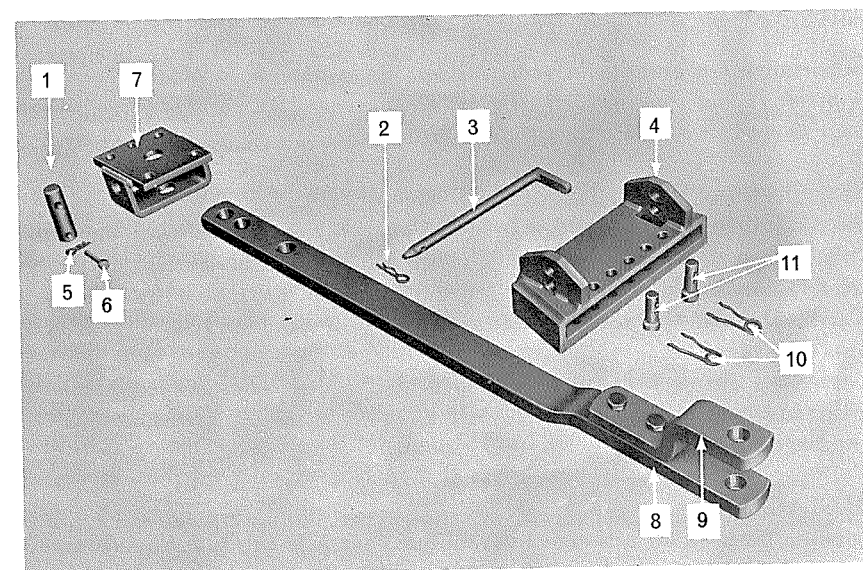

Figure 24b
Une barre d'attelage oscillante, figure 24b, spécialement dessinée pour servir avec le crochet automatique, peut être fournie lorsqu'on emploie des instruments trainés tels que les presses à entraînement par prise de force, les ensileuses, les moissonneuses batteuses etc... Elle est utile spécialement lorsqu'un alignement correct de l'attelage outil-barre de traction est essentiel pour réaliser un travail efficace de cet outil.
3. Verrouillez la barre d'attelage en engageant son axe pivot à la fois dans le support d'ancrage et au travers de celle-ci. Maintenez cet axe dans le support d'ancrage grâce à l'axe de retenue de pivot lui-même verrouillé avec la goupille rapide. Figures 24b et 24c.